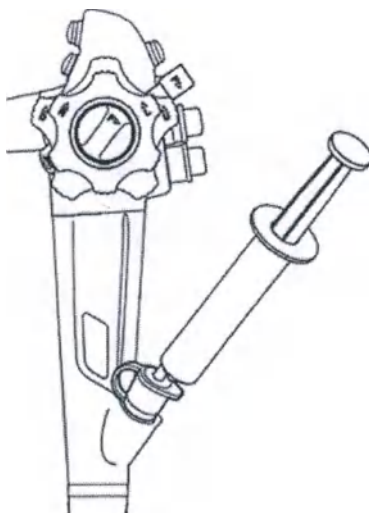

Рис. 7.58
2. Поместите дистальный конец эндоскопа в чистый контейнер и подсоедините шприц, заполненный стерильной водой, к клапану входного отверстия, как показано на Рис. 7.58.